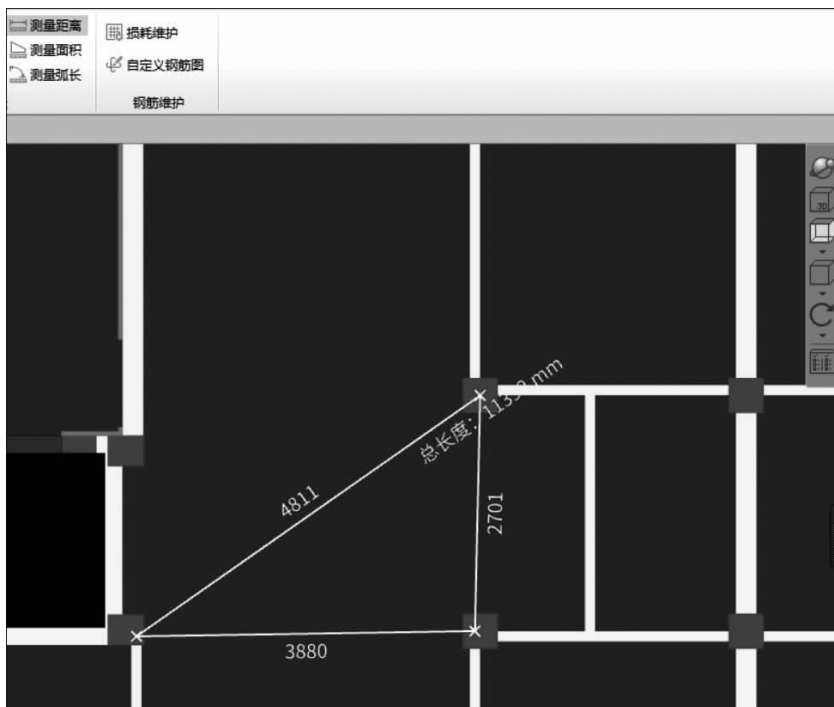
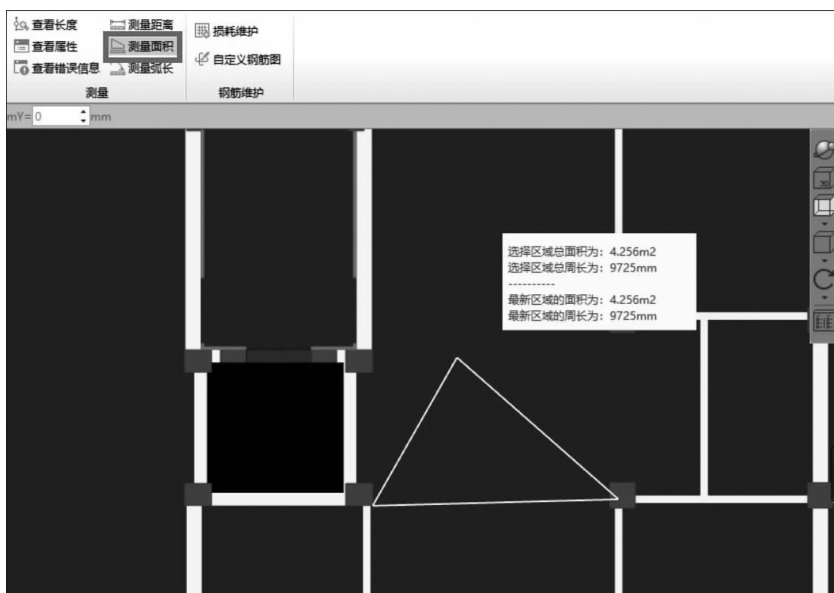

图 1-28 测量功能优化图 1
图 1-29 测量功能优化图 2
⑨测量功能优化。根据需要进行测量后,系统提示选择区域的长度、面积或周长等(见图 1-28);若连续测量,则弹窗提示累加总长度、总面积或总周长等(见图 1-29),优化了原功能需要分别测量,Excel 记录累加统计的问题。